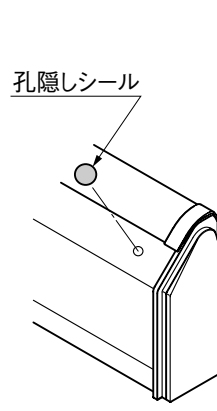

図5-3
- ③ はね出し側の自在桁キャップ取付孔に孔隠しシールを貼付けてください。(図5-3参照)